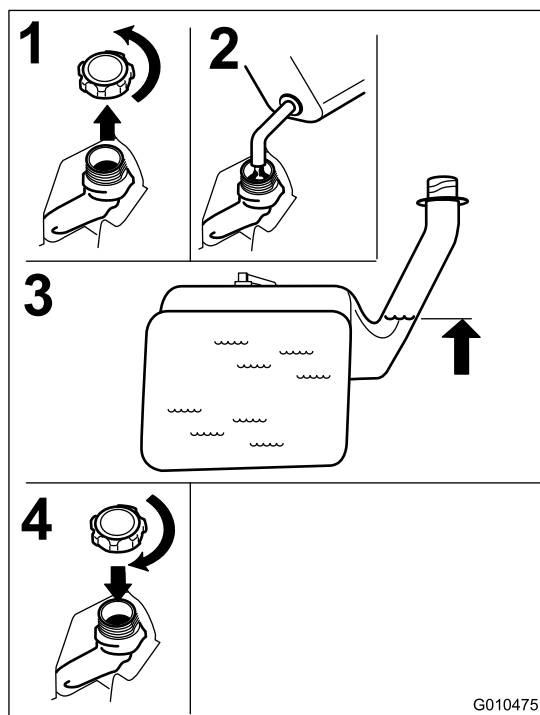

Figura 8
2. Añada gasolina sin plomo **lentamente** hasta que el combustible llegue a la base del cuello de llenado. Figura 8